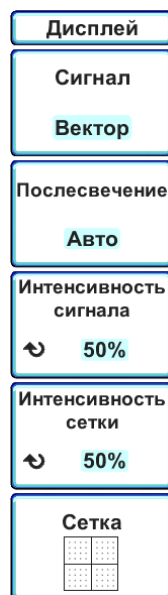

Рисунок 6.19 – Программное меню «Дисплей»
- Нажать кнопку «ДИСПЛЕЙ» (рисунок 6.1, поз. 5). При этом откроется программное меню «Дисплей» (рисунок 6.19);